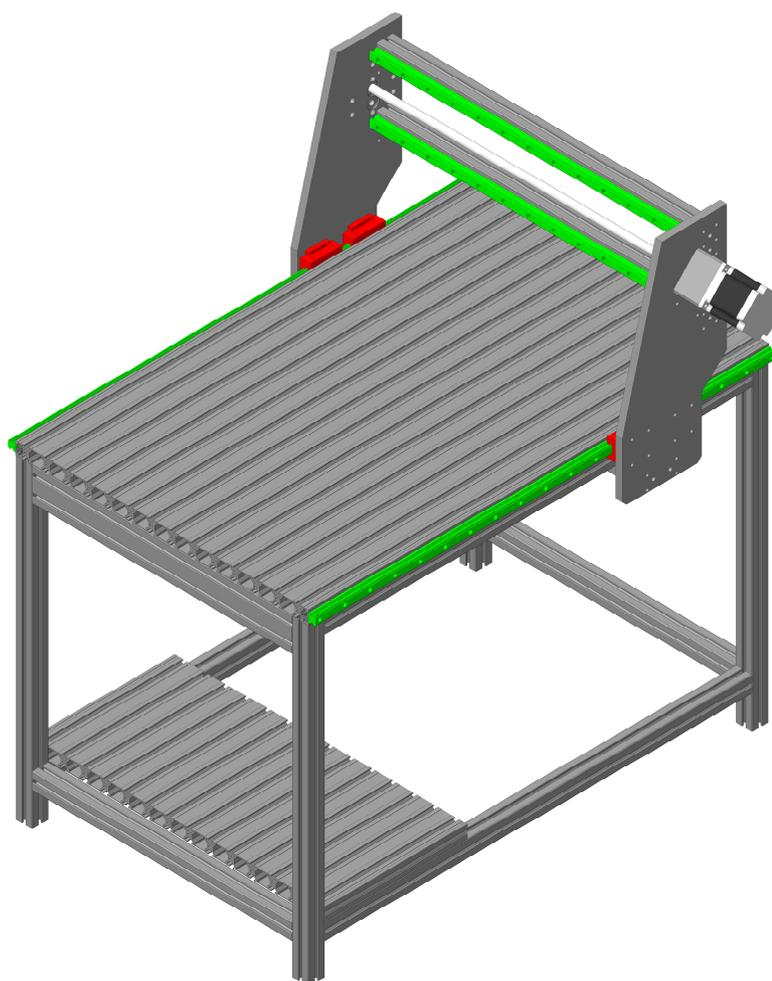

Рис. 2 – Модель стола и портала (ось X)
- Стол (рис. 2);
- Портал (ось X) (рис. 2);